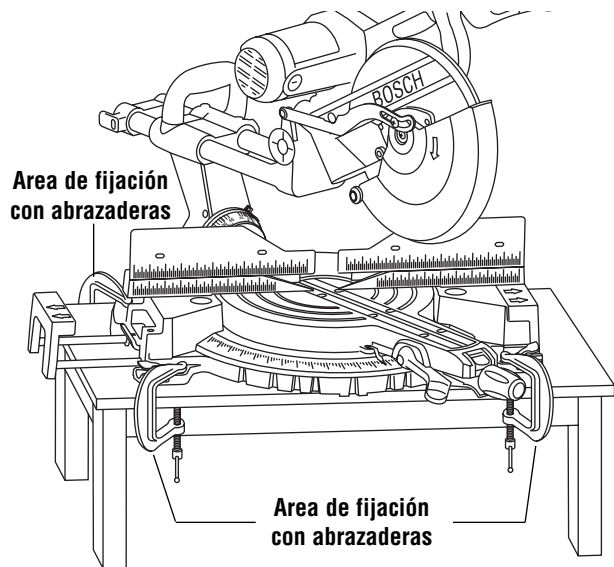

Figure 15. Montage portatif à l'aide de serre-joints
- Placez au moins deux (2) serre-joints en C sur les surfaces de cramponnage et fixez solidement (Figure 15).
- Faites attention de ne pas placer les serre-joints au-dessus des leviers de blocage des rallonges de l'embase (Figure 15).